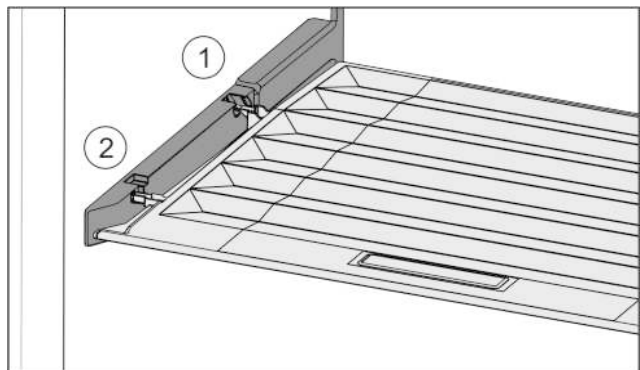

Fig. 30
- ▶ Вставить поперечные ребра крышки через отверстие заднего держателя Fig. 30 (1) и защелкнуть спереди в держателе Fig. 30 (2).